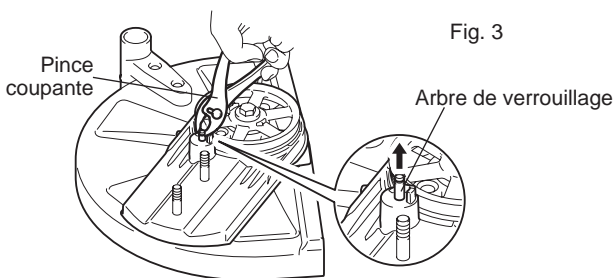

Fig. 3
- (4) Saisissez l'arbre de verrouillage à l'aide d'un tournevis pour écrous à fentes ou d'une pince coupante. (Fig. 3)